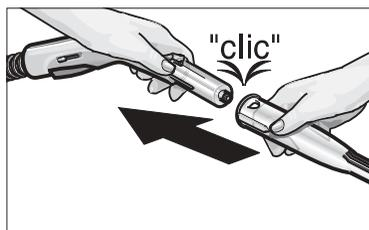

Рис. 1. Насадка принадлежности на паровой пистолет (C1)
- Соедините нужную принадлежность с паровым пистолетом (C1). Для этого вставьте трубчатый конец детали в паровой пистолет (C1). Надвиньте деталь принадлежности на паровой пистолет до фиксации кнопки деблокирования (C2) пистолета (см. рис. 1).